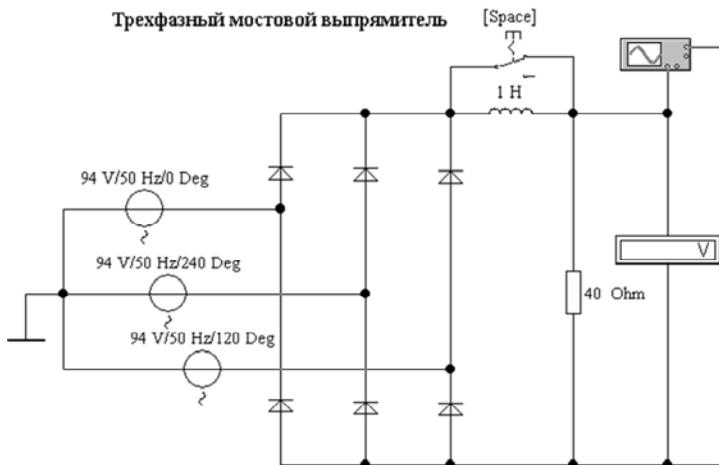

Рис. 16.11. Трёхфазный мостовой выпрямитель (файл **rect_5.ewb**)
11. Исследовать трехфазный мостовой выпрямитель (схема А. Н. Ларионова) (файл **rect_5.ewb**, рис. 16.11). Проверить отношение $U_d/U_{2\phi}$ для данной схемы выпрямления по прил. 5 [3]. Обратите внимание, как изменятся осциллограммы и выходное напряжение при включении сглаживающего фильтра, при обрыве цепи одного (двух) диодов.